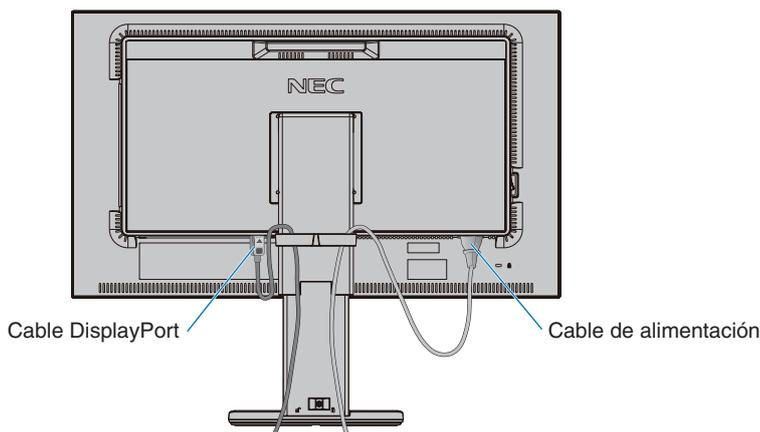
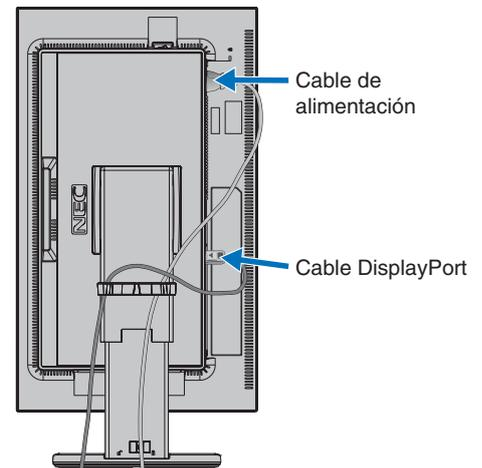

Figura C.2
Figura C.3
- Para mantener los cables limpios y bien ordenados, colóquelos en el pasacables que está instalado en el soporte (**figura C.2 y figura C.3**).